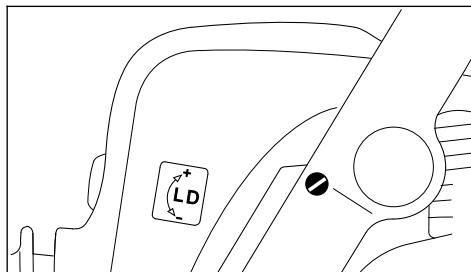

Рис. 55
- Повернуть болт для регулировки числа оборотов в режиме холостого хода (рис. 55, поз. LD) против часовой стрелки до ощущения плотной посадки (левая резьба), затем повернуть на 2 поворота по часовой стрелке (стандартная регулировка LD = 2)
- С помощью болта для регулировки числа оборотов в режиме холостого хода (рис. 55, поз. LD) правильно отрегулировать режим холостого хода: пильная цепь не должна двигаться
- Болт для регулировки числа оборотов в режиме холостого хода (рис. 55, поз. LD) поворачивать по часовой стрелке до тех пор, пока пильная цепь не начнет двигаться – затем повернуть назад на 1/2 оборота
- Болт для регулировки числа оборотов в режиме холостого хода (рис. 55, поз. LD) медленно поворачивать против часовой стрелки до тех пор, пока пильная цепь не остановится – потом повернуть на 1/2 оборота дальше в том же направлении